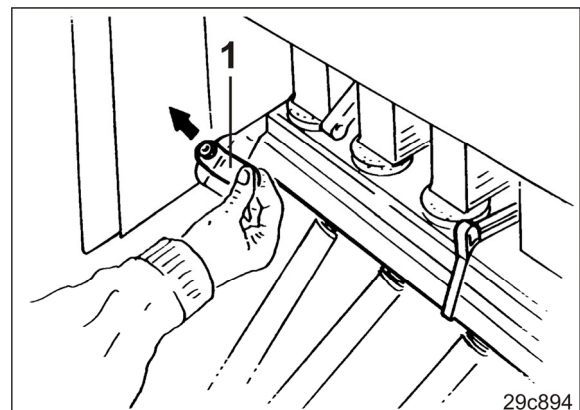

Fig. 75
2. Den Federbelastete Hebel (Fig. 75/1) seitlich aus der Arretierung herausziehen.